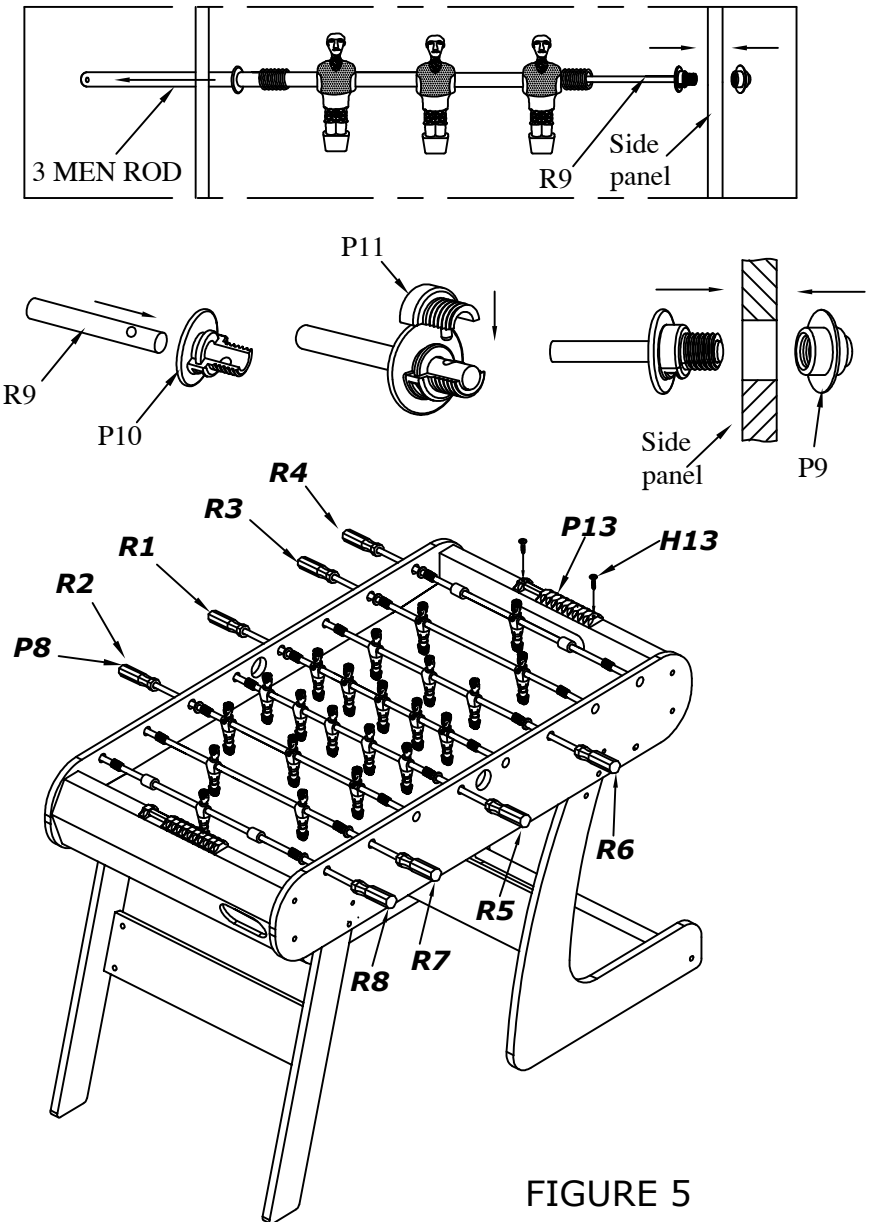

FIGURE 5
- AS SHOWN IN **figure 5**, INSERT THE PLAYERS ROD **R1~ R8** THROUGH THE HOLE OF THE TWE SIDE PANELS FROM THE INSIDE TO THE OUTSIDE IN POWER.
- INSERT THE RODS **R9** IN THE PLASTIC BOLT **A P10**, BE SURE THE HOLE OF ROD MUST FACE THE HOLE OF **P11**, PUT THE PLASTIC BOLT **B P11** INTO THE HOLE OF THE ROD AND PLASTIC BOLT **A P10**, THEN INSERT THE ASSEMBLED ROD IN THE HOLE OF SIDE PANEL, TIGHTEN THE PLASTIC NUT **P9** AS SHOWN IN **figure 5**.